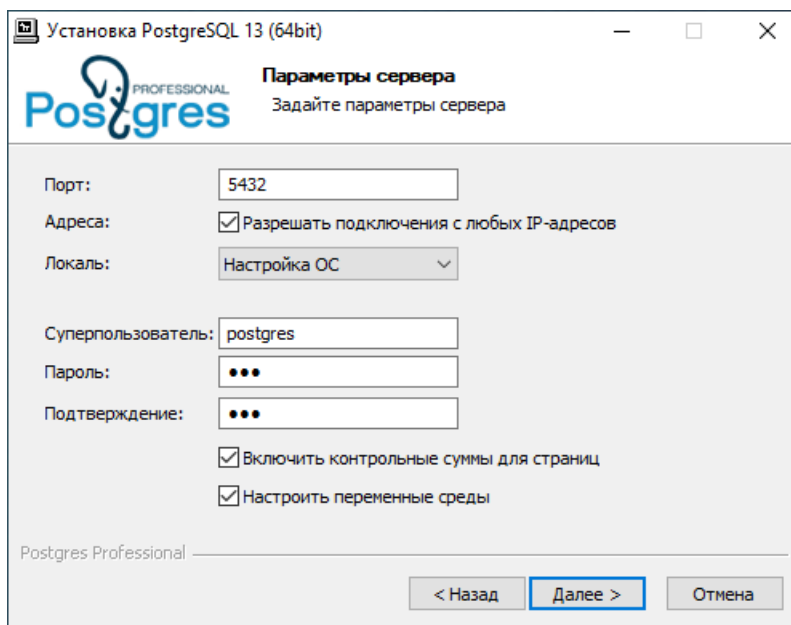

Рисунок 7 - Параметры сервера БД
8. Введите параметры сервера БД согласно Таблице 1 и нажмите **Далее** (Рисунок 7).